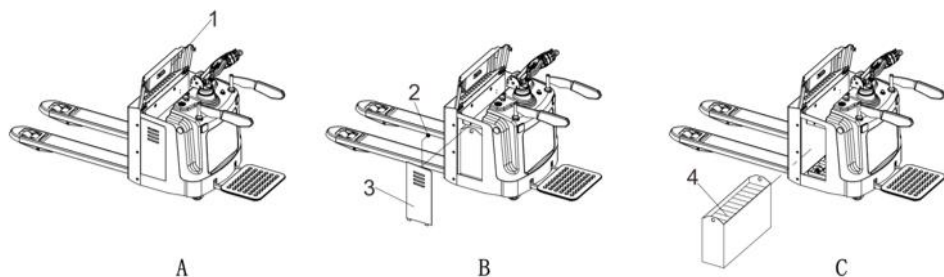

Рис. 14 – Замена аккумулятора
- снимите крышку аккумуляторного отсека 1 (рис. 14);
- выверните винт 2 и снимите защитную панель 3 (рис. 14);
- отсоедините соединительный кабель аккумулятора и выньте аккумулятор 4 (рис. 14).